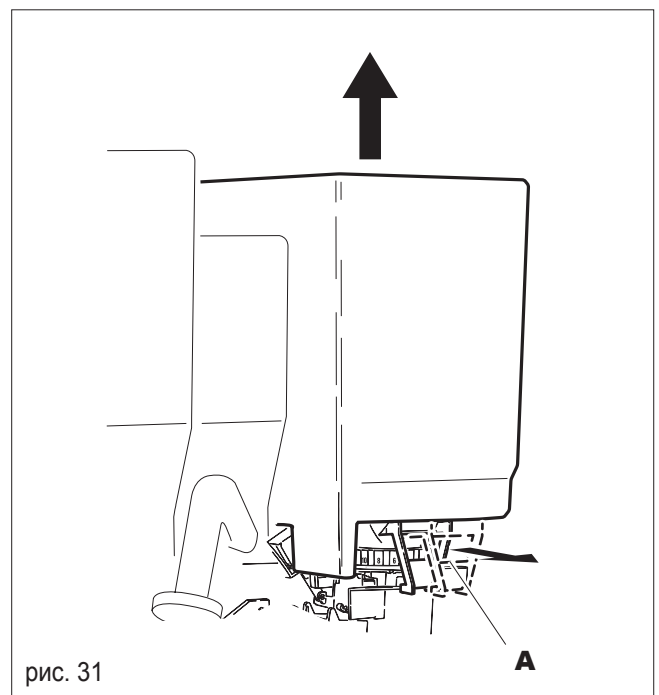

рис. 31
- Закройте контейнер кофе (А, рис. 31) задвинув задвижку;